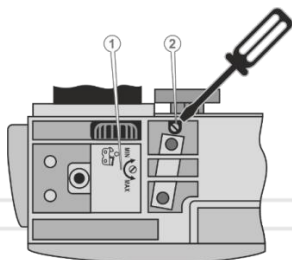

Рисунок 6. Схема регулювання мастильного насоса.
Шліц штоку мастильного насоса (2, рис.6) розташований на донній частині бензопили.
1. Відрегулюйте подачу мастила на ланцюг згідно із вказівником (1, рис.6), який промаркований на донній частині бензопили.
3. Обертаючи шток (2, рис.6) проти ходу годинникової стрілки у напрямку позначки «MAX» – подача мастила збільшується, обертаючи шток по ходу годинникової стрілки у напрямку позначки «MIN» – подача мастила зменшується.